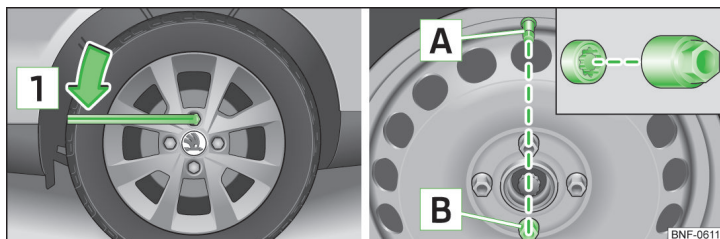

Bild 110 Hjulbyte: Lossa hjulbultar/motsatt läge för hjulventilen och den stölskyddade hjulbulten
» bild 110.
- » Ta tag i nyckeländan och skruva bulten ca **ett** varv i pilens riktning **1** » bild 110.
- » Ta tag i nyckeländan och skruva bulten mot pilens riktning **1** tills den sitter fast » bild 110.